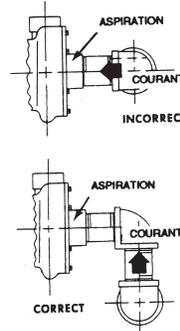

FIG. 2
REPLACEMENT DU ROULEMENT À BILLES...Suivez les instructions pour démonter le tronc. Otez les quatre vis attachant la pompe au support de base du moteur (27), ôtez les bagues de retenue et le croisillon de couplage et séparez la pompe du moteur. Enlevez écrou et vis de verrouillage (25), laissez tomber l'arbre de la pompe sur une planche de bois par terre (fig.1). Le reteneur de roulement à billes est installé suivant la méthode d'expansion thermique pour installer le roulement à billes et pour l'enlever, vous devez utiliser une presse à mandriner (fig. 2). Le roulement à billes (2) est monté sur l'arbre, avant le réassemblage et le roulement à billes (6) est installé dans le logement de palier (26) avant le réassemblage. Voir p. 10 pour l'installation correcte du roulement à billes. Pour assembler, introduire l'arbre au travers du logement de palier et usez le procédé inverse.